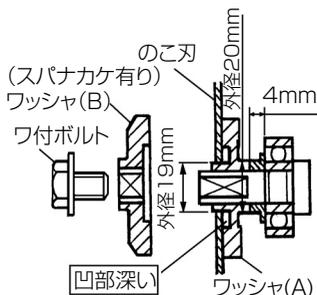
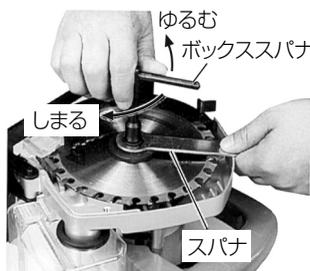

図 10
図 11
## 1. 取付け方 (図 10、図 11)
- (2) 付属のスパナとボックススパナでワ付ボルトをゆるめてワッシャ (B) を取りはずします。ワ付ボルトは右ねじですので、反時計方向にまわすとゆるみます。
- (3) スピンドルやワッシャに付着しているごみなどをよくふき取ります。
- (4) のこ刃の向きは、のこ刃の矢印方向がソーカバーの矢印方向と一致するようにします。
- (5) のこ刃を図 10 の順に取付けて、付属のスパナとボックススパナを使って、ワ付ボルトを十分に締付けてください。
- (6) ソーカバーを取付けて、ノブボルトをよく締付けてください。
**注** • 窯業系建材用ダイヤモンドホイール (160mm) (別売部品) の穴径は 20mm ですので、図 10 ののこ刃穴径 20mm のときを参照して取付けてください。